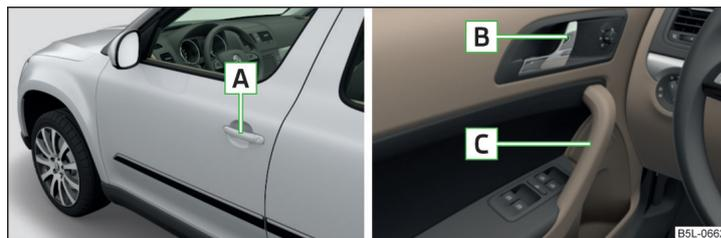

Fig. 34 Door handle/door opening lever:
► Pull on door handle **A** » Fig. 34 on the door you wish to open.